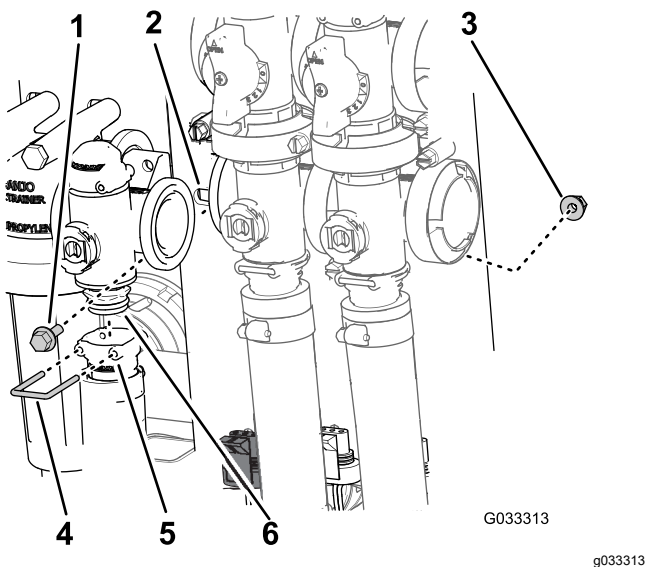

Figura 68
2. Retire o retentor que fixa a união exterior ao coletor para a válvula de controlo de taxa (Figura 68).
3. Retire os dois parafusos de cabeça flangeada e as duas porcas flangeadas que prendem a válvula de controlo de aplicação à montagem da válvula e retire o coletor da válvula da máquina (Figura 68).